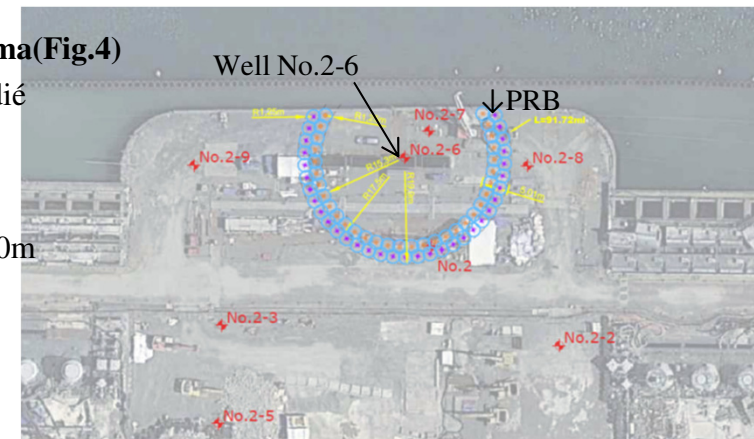

Fig.4 Application de la PRB sue le site 1F (aux environs des unités 3 et4)
3.2 L'évaluation de l'applicabilité à la centrale nucléaire Daiichi de Fukushima(Fig.4)